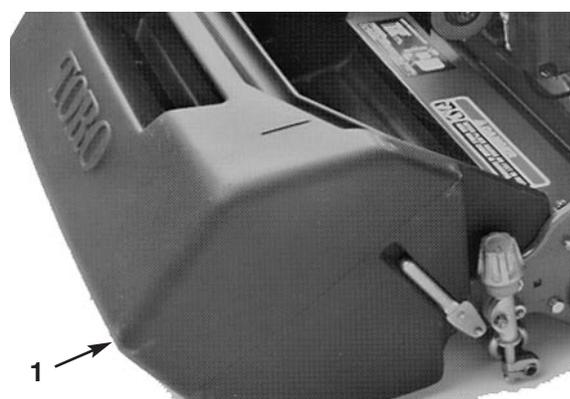

Fig. 12
1. Saisir le bac par le bord arrière supérieur et le glisser sur les tiges de montage (Fig. 12).